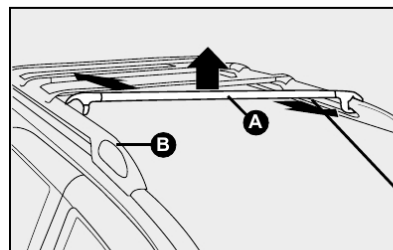

fig. 109
2) Posicionar as barras transversais **A-fig. 109** nas barras longitudinais instaladas no teto do veículo, encaixando as extremidades das abraçadeiras e fazendo coincidir a numeração estampada nas sedes das barras longitudinais **B-fig. 109** (exemplo: a barra transversal marcada com o número 1 deve ser instalada nas sedes número 1).